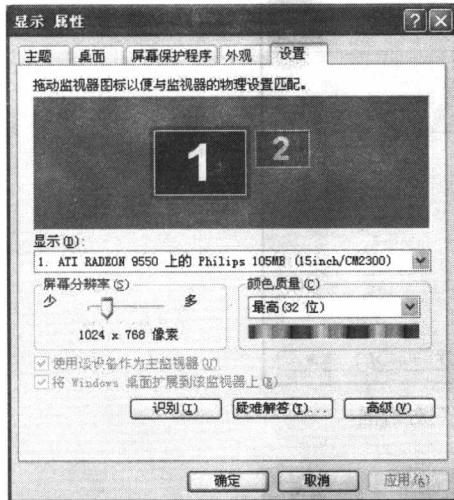
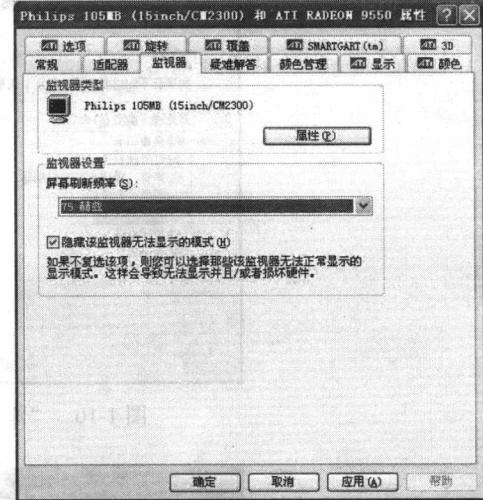

图 1-12 “显示属性”对话框
图 1-13 “监视器”选项卡
(1) 在桌面上右击，从快捷菜单中选择“属性”选项，系统弹出“显示属性”对话框，如图 1-12 所示。
(2) 单击“设置”选项卡，从中可以设置颜色和分辨率。
(3) 单击“高级”按钮，从中选择“监视器”选项卡，如图 1-13 所示。从中选择需要的屏幕刷新分辨率即可。